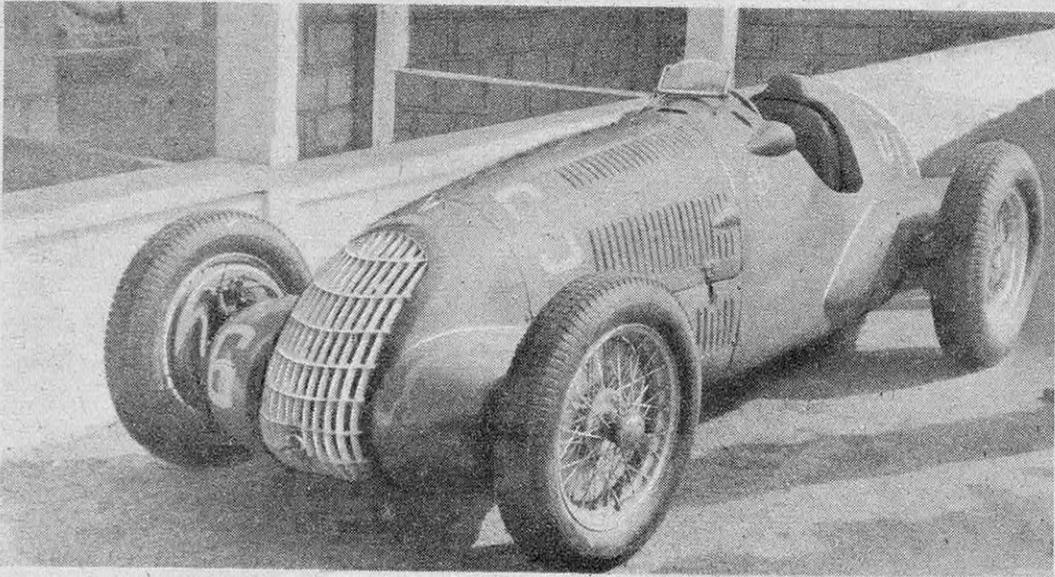

FIG. 9. — L'ALFA-ROMEO 308 DE WIMILLE
*Alfa-Romeo* demeure ainsi partisan du grand nombre de cylindres; le modèle de Wimille (fig. 9), qui est celui de 1937, un 3-litres, comporte un 8-cylindres à distribution en tête par double arbre à cames commandé au milieu des cylindres, qui sont en ligne et forment deux groupes de quatre (fig. 7).